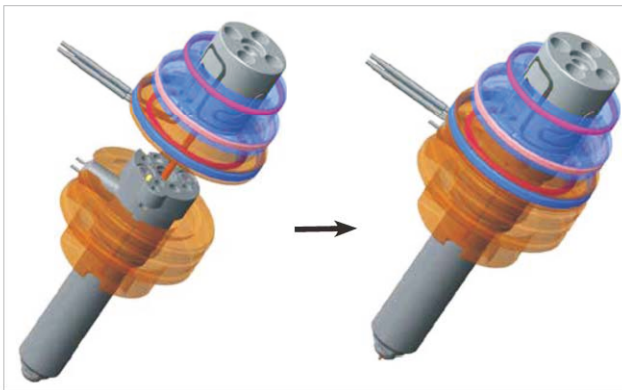

图11-17 将阀套连接到加热体上
16. 将定位销放在阀套上，使其与加热体上的槽口对齐。小心地将阀套单元连接到加热体上。见图11-17。